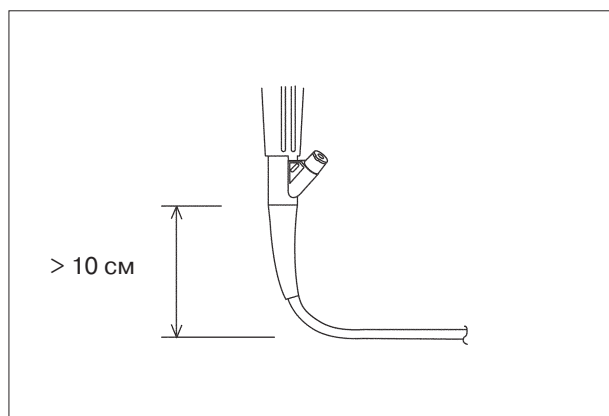

Рис. 4.2
- Не допускайте изгиба вводимой трубки на расстоянии меньше 10 см от защитного конуса. Это может привести к повреждению вводимой трубки (см. рис. 4.2).